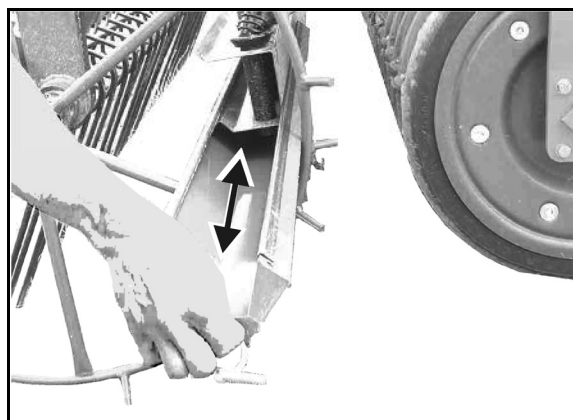

Fig. 36
2. Træk prøveudtagningsbeholderne i venstre og højre side ud af udløbsskinnen, og skub dem ind under udløbsskinnen (Fig. 36).